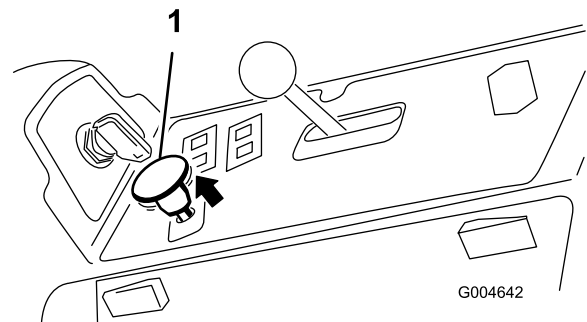

Figura 51
3. Tire del mando de la TDF para engranarla (Figura 51).